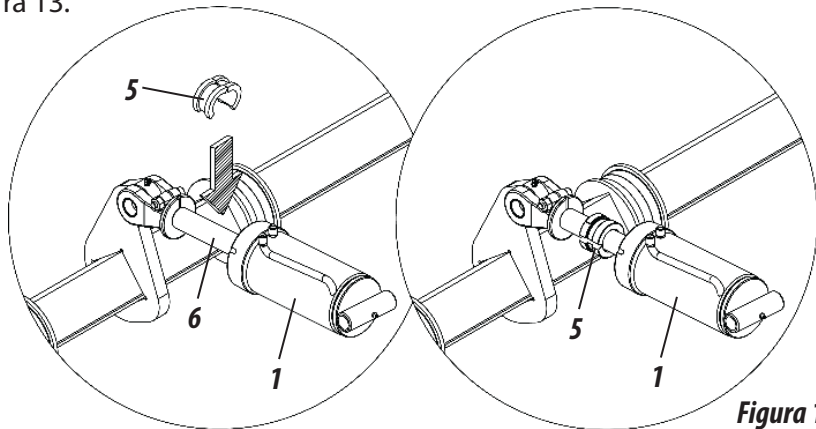

Figura 13
03 - Después, antes de bajar el cilindro hidráulico (1), coloque los anillos limitadores (5) en las barras (6) de los cilindros, eso evitará que el peso suspenso de las líneas quede mayor, según muestra la figura 13.